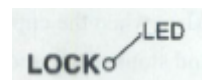

Рис. 3-9 Индикатор
(7) Индикатор блокировки безопасности (Рис. 3-9) **A E**